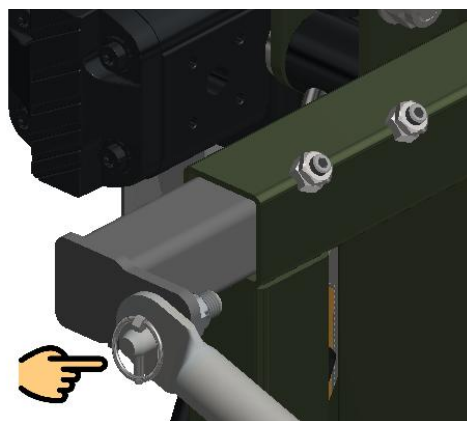

Figura 6.10 – Braços laterais de estabilização
1. Engate os braços laterais de estabilização na podadora, tal como indicado (*Figura 6.10*).